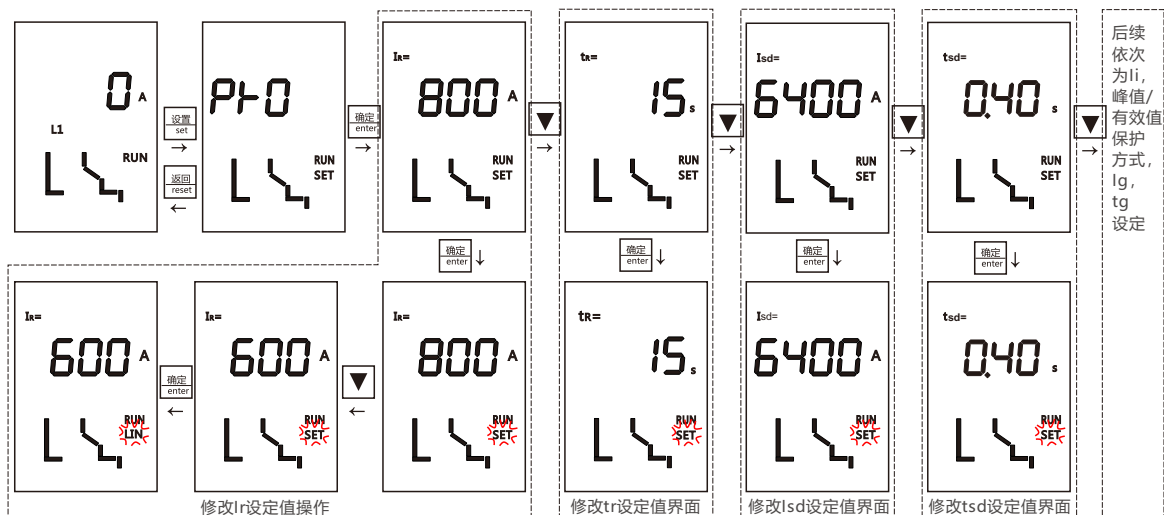
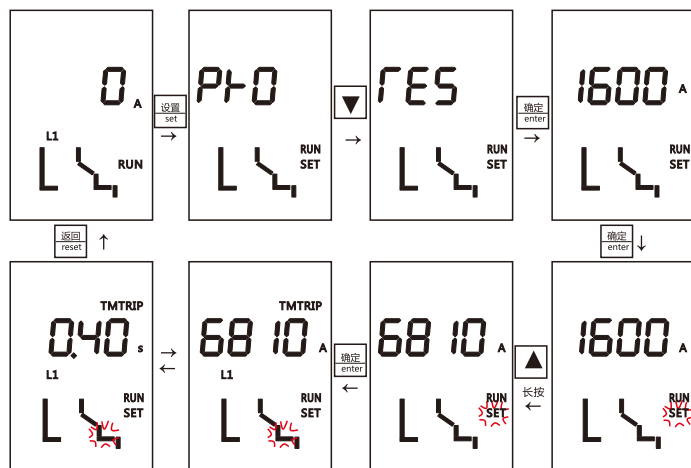
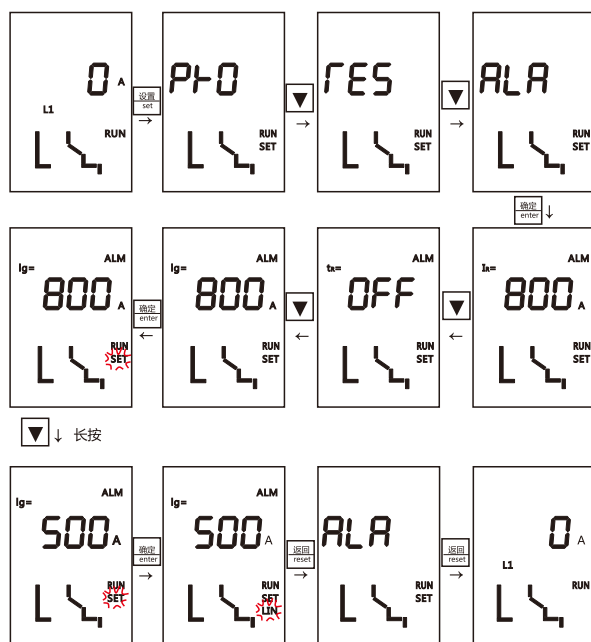

图54 修改四段保护设定操作
图55 软件模拟短延时脱扣试验操作
图56 设置接地报警电流阈值操作
7.6.6.5.2 设置状态：缺省界面按“设置”按键，进入设置状态，在设置状态可查询及修改电流保护参数，可进行软件模拟试验脱扣，可查询及设置过载预报警、接地报警阈值及延时时间。设置状态“SET”指示灯长亮或闪亮，闪亮时可按“▲”或“▼”按键对数据进行加或减操作，按“确认”键存储数据。示例见图54、图55、图56